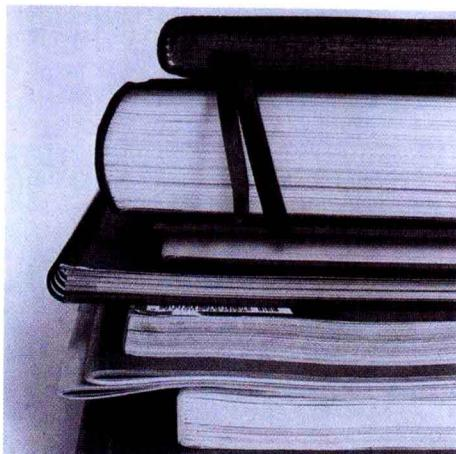

图1-3 不同装帧风格的印刷品
(3) 印后是印刷后期的工作，一般指印刷品的后加工，包括裁切、覆膜、模切、糊袋、装裱等，多用于宣传类和包装类印刷品。图1-3所示为加工后不同装帧风格的印刷品。